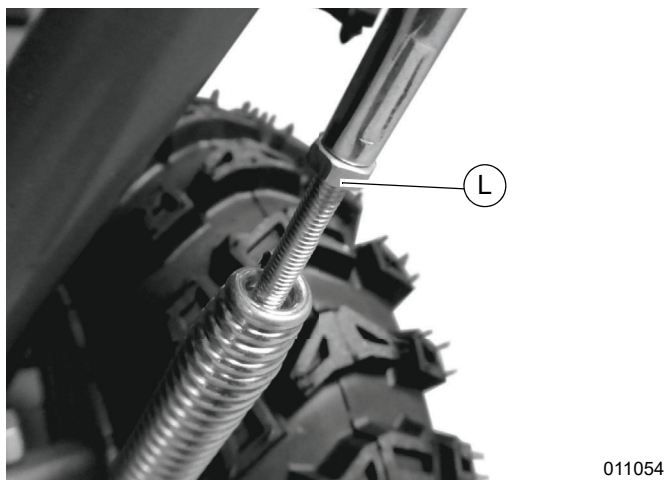

Figure 2-8. Contre-écrou du câble de commande
7. Voir Figure 2-8. Soulever les caches en plastique et vérifier le bon serrage des contre-écrous (L) sur le câble de commande de la tarière et le câble de commande de déplacement. Les serrer s'il y a lieu à l'aide d'une clé de 6 mm pour tenir le câble et d'une clé de 8 mm pour serrer le contre-écrou.